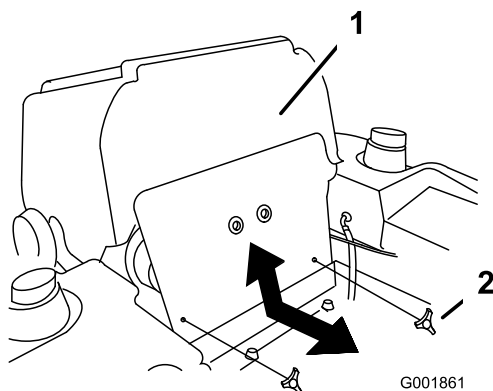

Figura 66
3. Inclíne el asiento hacia adelante y retire el panel delantero del motor (Figura 66).
7. Instale el panel delantero del motor (Figura 66).